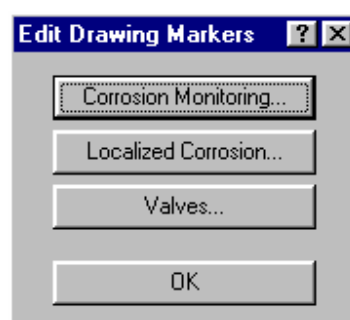

Figura 11.37. Ventana Seleccionar Agregar/Editar/Borrar Datos del Marcador para el Dibujo
- Edit Markers...: Permite editar los diseños de marcadores para el dibujo. Ver figura 11.37.